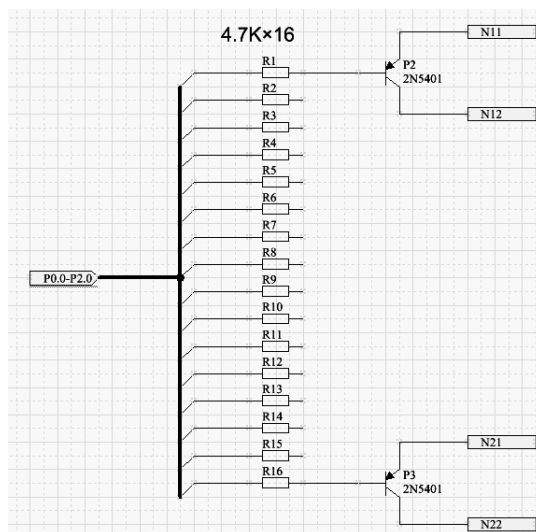

图 15-22 完成连线后的负载电路 2 子原理图
(2) 设置各元件属性，然后合理布局，最后进行连线操作。完成连线后的负载电路 2 子原理图如图 15-22 所示。单击 “原理图标准” 工具栏中的  (保存) 按钮，保存原理图文件。